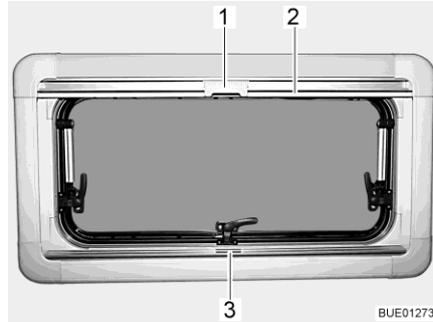

Fig. 105 Ventana abatible
- Sujetar el estor plegable por el centro del agarra-estor (Fig. 105,3), tirar de abajo a arriba y soltarla a la altura deseada. El estor plegable se queda fijo a esta altura.
- Tirar del agarra-estor de la mosquitera enrollable (Fig. 105,2) hacia abajo hasta que choque con el agarra-estor del estor plegable (Fig. 105,3).
- Bloquear el cierre (Fig. 105,1) de la mosquitera enrollable con el agarra-estor del estor plegable.
- Empujar hacia atrás el cierre (Fig. 105,1) de la mosquitera enrollable por arriba.
- Regresar la mosquitera enrollable lentamente en el agarra-estor (Fig. 105,2).